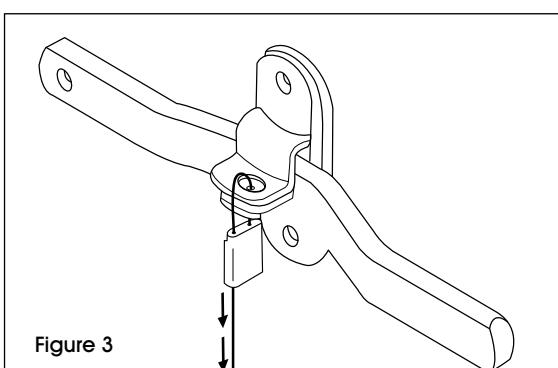

Figure 3
5. Pull on cable tightly to minimize loop in cable. (See Figure 3)
5. Tirez sur le câble pour faire diminuer la boucle du câble. (Voir Figure 3)